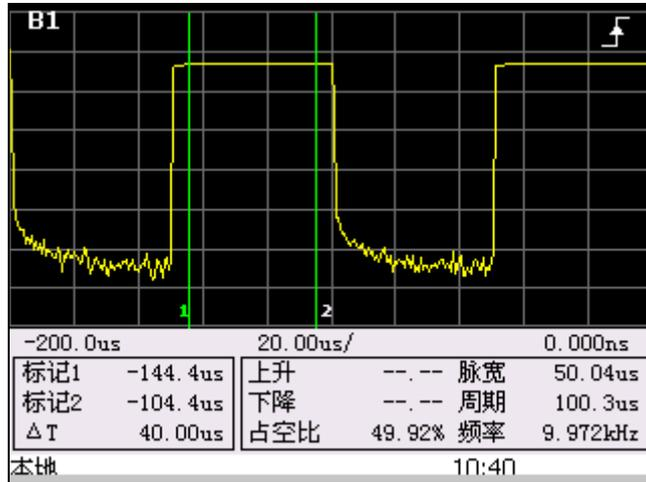

图 5-11 全屏显示通道 B 测试迹线
- 9) 按【窗口】键，系统扩展窗口显示脉冲迹线；再按【窗口】键，系统全屏显示迹线，并显示部分时间或功率参数，如图 5-11 所示；